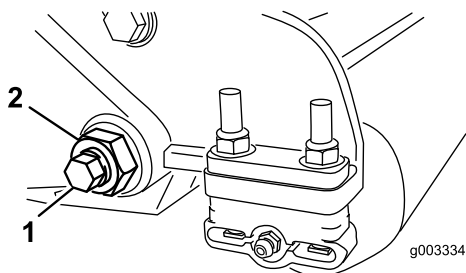

Figura 27
3. En cada lado de la máquina, afloje la contratuerca que fija el perno de la barra de asiento (Figura 27).
4. Retire cada perno de la barra de asiento, para poder tirar de la barra hacia abajo y retirarla de la máquina (Figura 27). Guarde las 2 arandelas de nylon y la